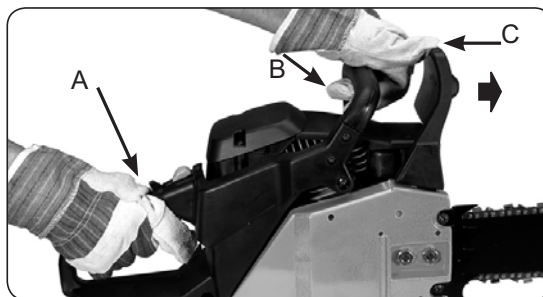

Abb. 8
3. Ergreifen Sie den hinteren Griff (A) mit der rechten Hand (Abb. 8).
4. Mit der linken Hand halten Sie den vorderen Griff (B) fest, nicht den Kettenbremshebel (C).
5. Drücken Sie den Gashebel auf 1/3 Geschwindigkeit und aktivieren Sie dann sofort den Kettenbremshebel (C).